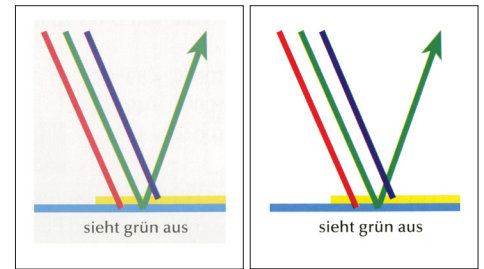

Abb. 11-61: Scan vor und nach der Auto-Tonwertkorrektur
- Bei Bildern mit wenig Kontrast und wenig Farbbrillanz (Abb. 11-61 links)
Die automatische Tonwertkorrektur kommt meist dann zum Einsatz, wenn ein Bild über eine größere Distanz keine sehr dunklen Pixel (Tiefen) wie in Abb. 11-61 links und/oder keine sehr hellen Pixel (Lichter) aufweist: M BILD | AUTO-FARBTON ► Resultat siehe Abb. 11-61 rechts.